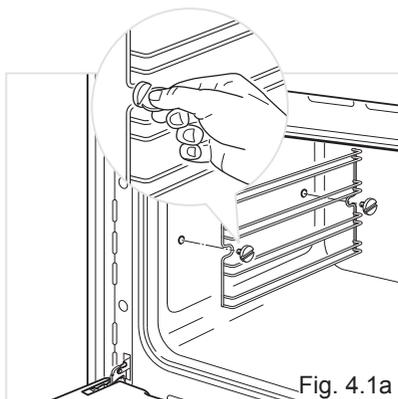

Fig. 4.1a
- Montare i telai laterali fissandoli alle pareti del forno con 2 viti (fig.4.1a).